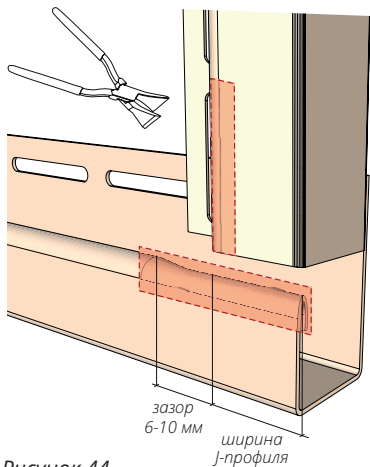
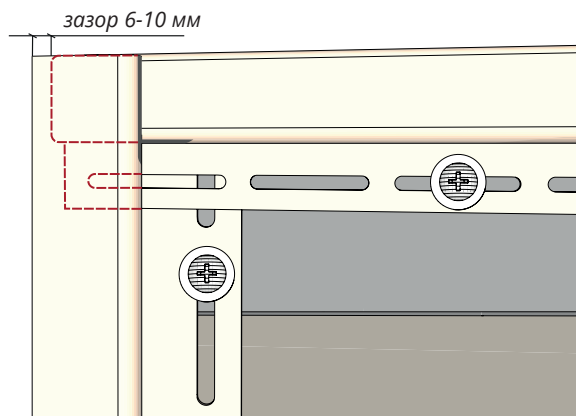

Рисунок 44
Рисунок 45
- 14.2** Для соединения двух J-профилей 7/8 под углом 90° – вариант №1, используя клещи, подожмите соединяемые края J-профилей на ширину лицевой части J-профиля плюс зазор на расширение 6-10 мм (рис. 44). Смонтируйте J-профили 7/8, оставив зазор на тепловое расширение 6-10 мм (рис. 45), соблюдая общие правила монтажа.